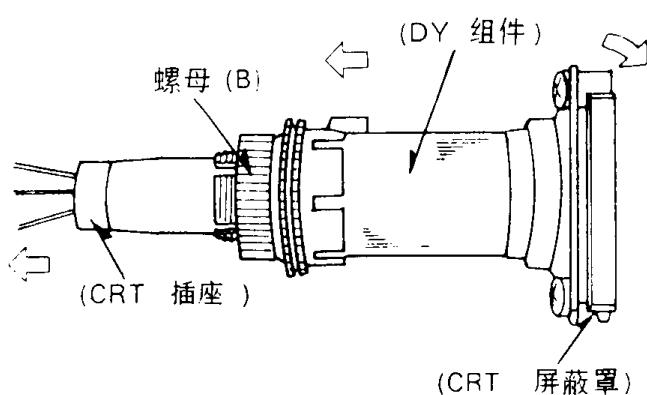

图 2-23
(4) 转动螺母 B, 然后按图 2-23 所示方向拉出偏转线圈组件(DY 组件), 取下它。
(5) 重新组装时按与上述相反的步骤进行。